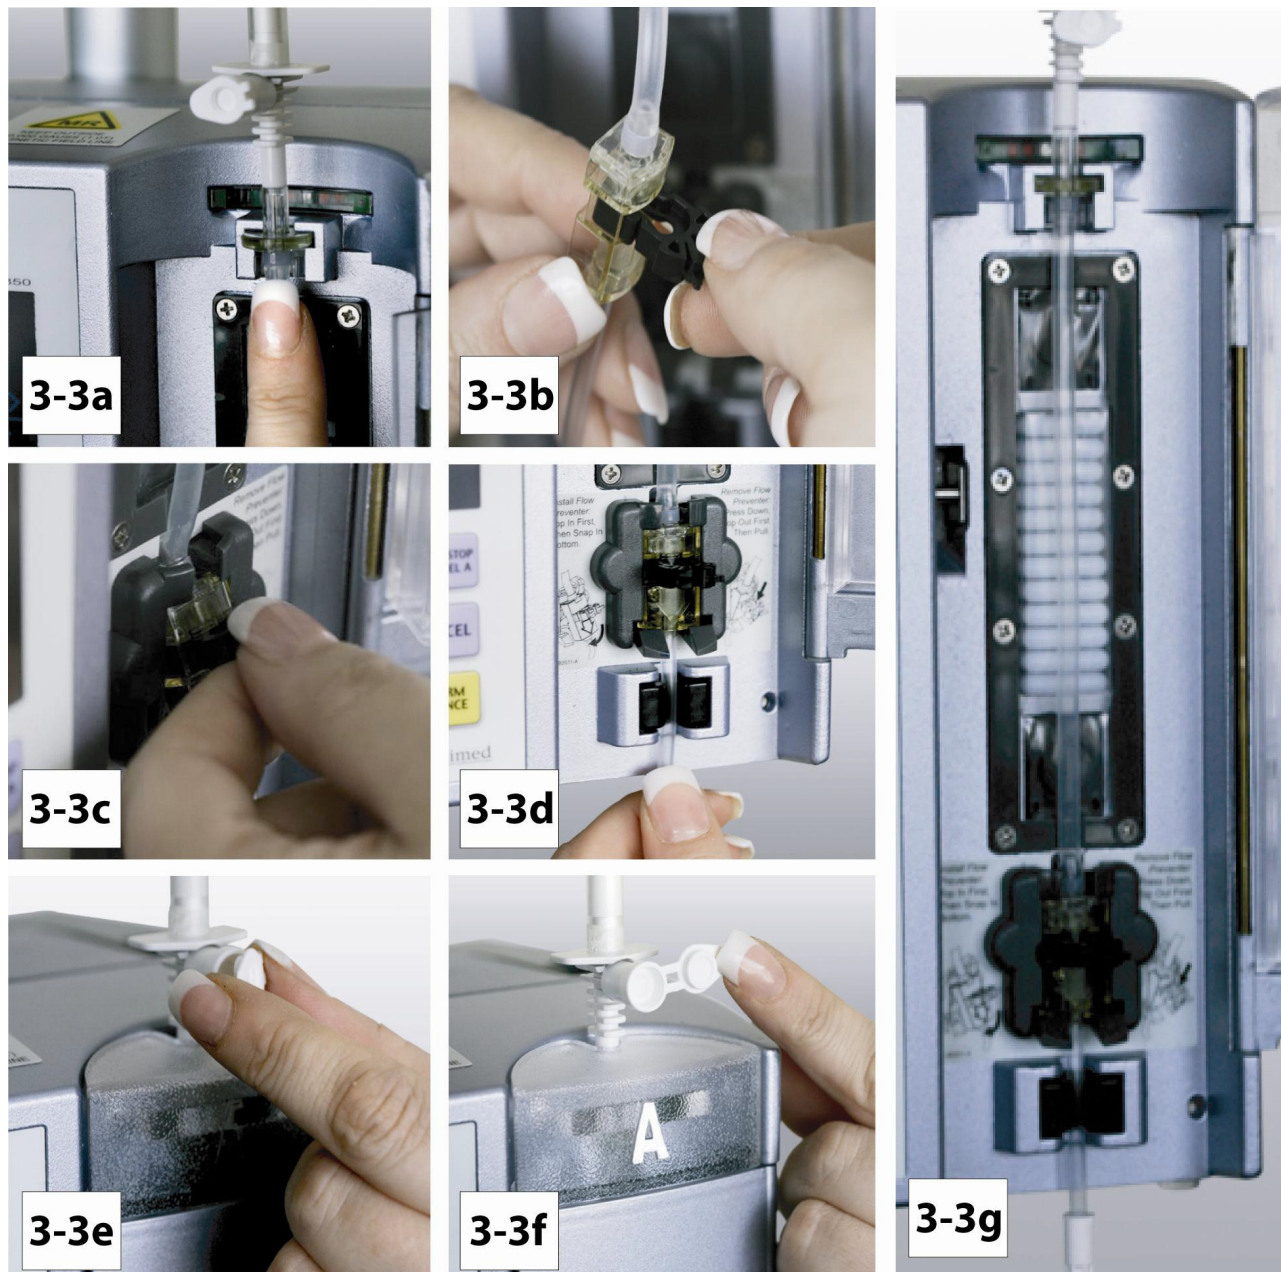

Figure 3-3. Installation des trousses IV
- d. Ouvrir le capuchon de la vanne d'évacuation de l'air du raccord de la trousse adaptatrice pour seringue (**voir figure 3-3.**)
MISE EN GARDE : NE PAS ÉTIRER le segment en silicone de la trousse IV. Lorsqu'il est correctement chargé, le segment en silicone doit être tendu (ne pas avoir de jeu) et être centré au-dessus des «digitations» péristaltiques de la pompe, comme illustré à la figure 3-3, page 3-6. Une tension excessive ou un positionnement incorrect de ce tuyau risque d'avoir pour conséquence un débit imprécis et/ou une fuite de fluide.
3.3.1 Insertion de la trousse d'administration. Procéder comme suit pour insérer la trousse d'administration dans la pompe (voir figure 3-3) :
- a. Presser sur la touche de commande Marche (I).